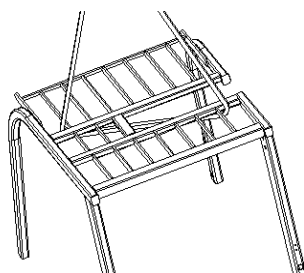

Рисунок 2-34
(2) Места крепления защитного ограждения представлены на Рис. 2-34